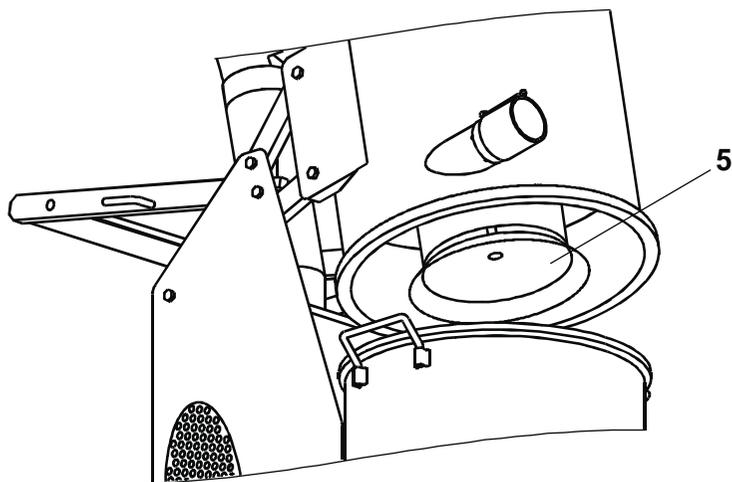

Рисунок 6. Циклон
7.2.3. Проверить состояние циклона. Если необходимо, открутить пылеотбойник 5, очистить внутренние поверхности циклона (Рисунок 6).